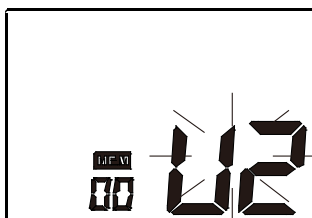
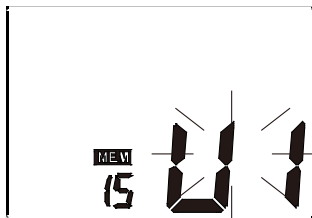

Figura 7-1
Figura 7-2
- b. In alternativa, premere il pulsante "MEM" nella modalità orologio per visualizzare i risultati memorizzati. L'unità di memoria corrente lampeggia e i risultati in essa memorizzati saranno visualizzati. Vedere figura 7-1. Premere il pulsante "start" per passare all'altra unità di memoria. Vedere figura 7-2. Confermare la selezione, premendo il pulsante "MEM". L'unità di memoria selezionata può essere confermata anche automaticamente, dopo 5 secondi di inattività.